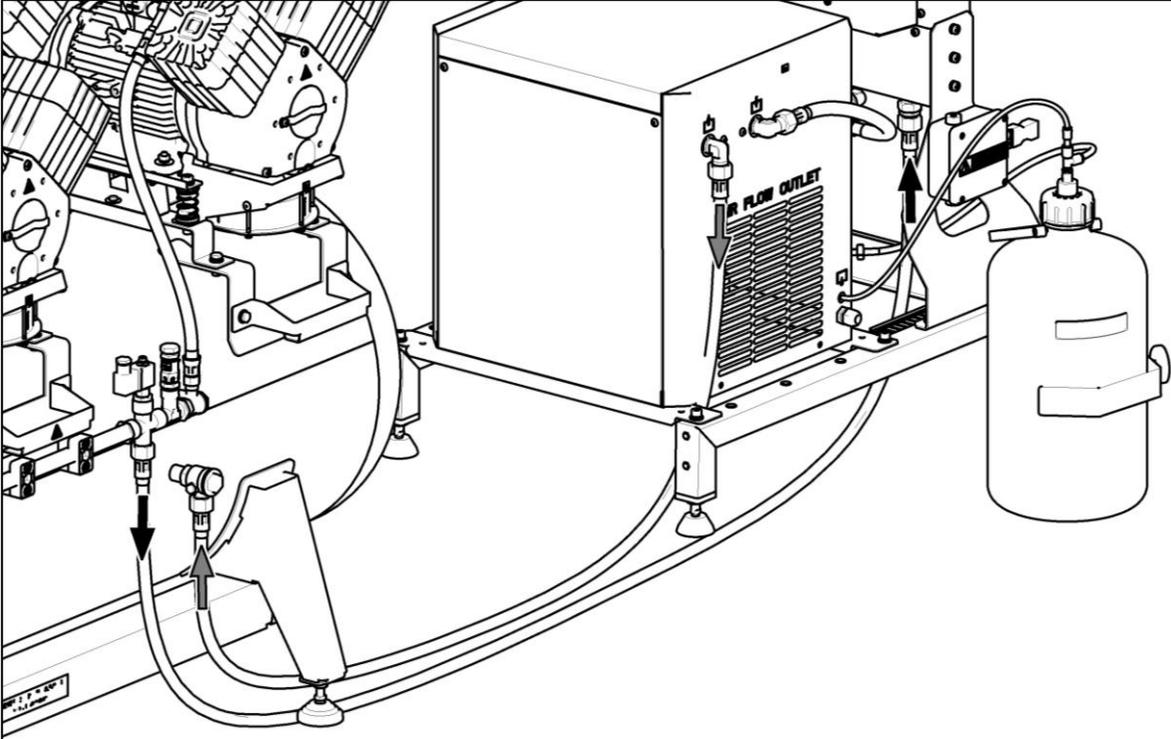

Рис. 7
- Подключите компрессорную установку с помощью шлангов (включены в комплект поставки) (рис. 7)